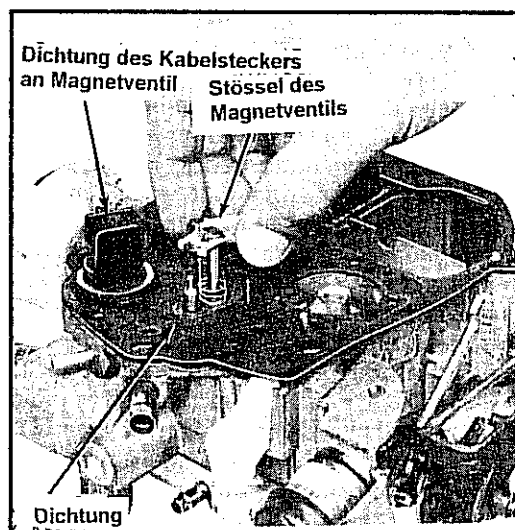

Abb. 2-87 Entfernen des Stößels vom Magnetventil, alle Quadrajet-Vergaser
1. Durch senkrechtes Herausheben den Stößel zum Meßstab vom Magnetventil entfernen. Siehe Abb. 2-87.